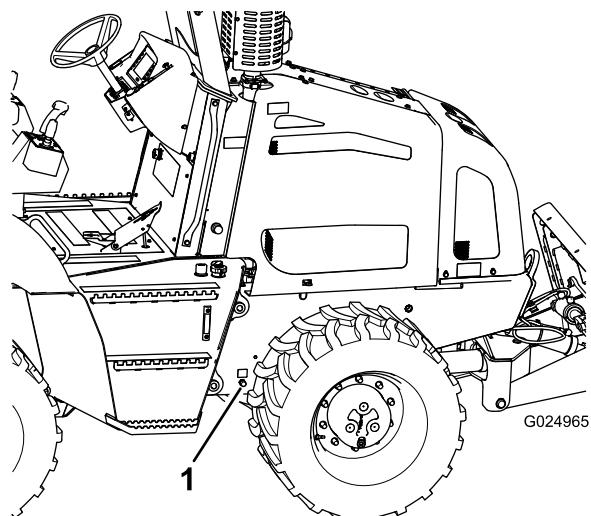

Рисунок 64
4. Установите сливной поддон с минимальной емкостью 20 л (21 кварта США) под штуцер слива масла из двигателя (Рисунок 64).
5. Снимите пробку со сливного штуцера и дайте моторному маслу полностью стечь (Рисунок 64).
- Установите пробку на сливной штуцер (Рисунок 64).
- Снимите крышку маслозаливной горловины с крышки клапанной коробки, повернув крышку и потянув ее вверх (Рисунок 64).